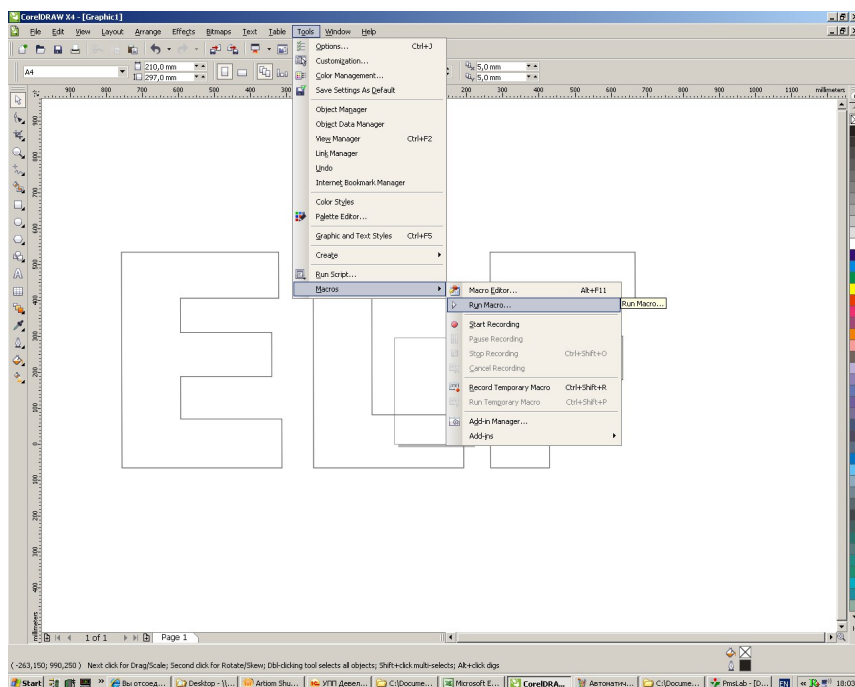

Рисунок 1
- выбрать строку «Шаблон» (Macros), далее «Запустить Макрос» (Run Macros), (Рисунок 1);